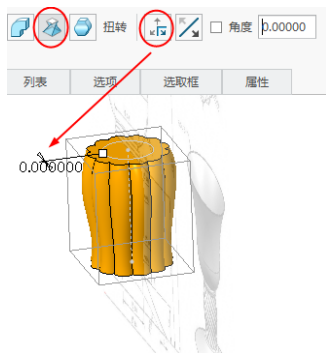

图 4-196 切换旋转轴
- 在“扭曲”操控板中单击“扭转”按钮 ，单击  按钮切换旋转轴，如图 4-196 所示。